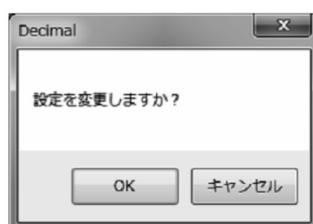

図89
- ④ ここでは小数点の位置を0～4、または自動に設定することができます。
- ⑤ 全ての設定が完了し、「OK」ボタンをクリックすると、メッセージボックス(図89)が表示されます。